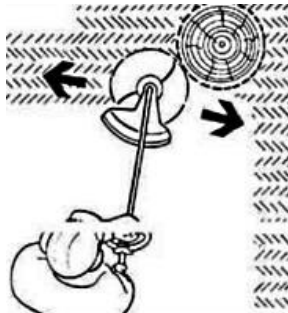

Рисунок 12
4.3.6 Тримерна жилка і котушка не повинні торкатись дротів, каміння, бордюрів, твердого покриття доріжок, огорож і подібних предметів, тому що це може призвести до передчасного зносу (укорочення) тримерної жилки, пошкодження котушки або отримання травм користувачем. Слідкуйте, щоб робочий інструмент не стикався зі стовбурами дерев, чагарників та інших насаджень для запобігання їх пошкодження (рис. 12).